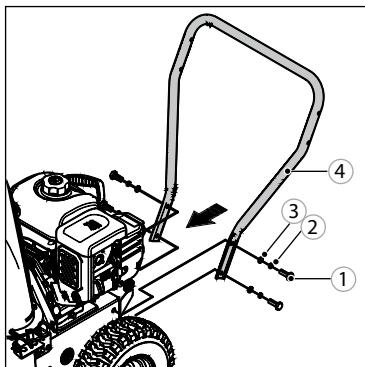

Рис. 2
- Поднимите нижнюю ручку 4 в рабочее положение и тщательно закрепите с помощью стопорных болтов 1, гровера 2 и гайки 3 (рис. 2).